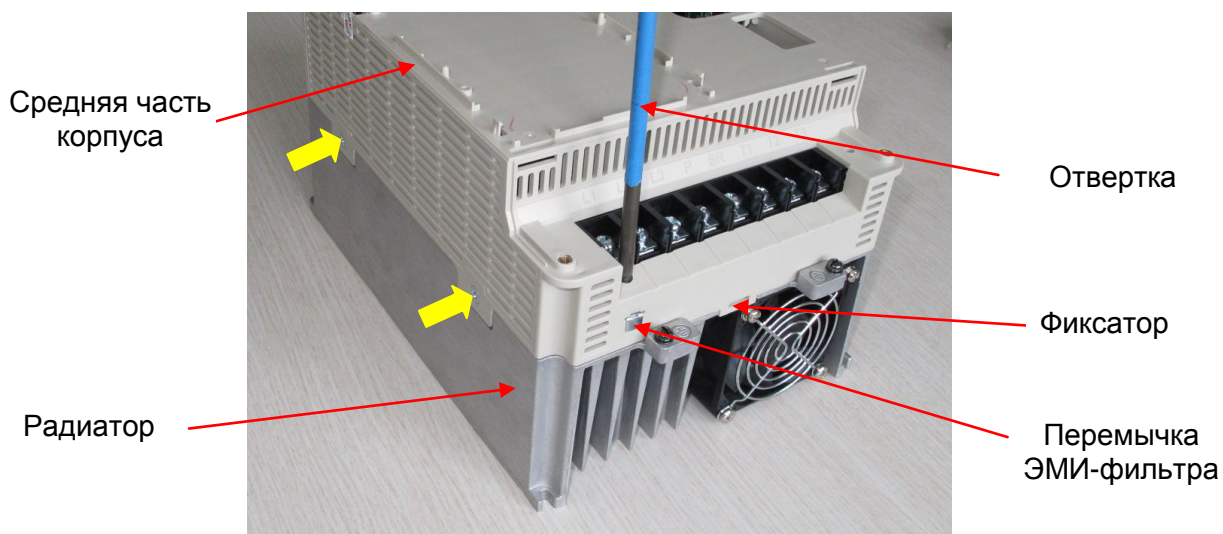

Рис. 6.4
- 6.3.1. Выкрутить 2 винта на боковой части корпуса (желтые стрелки, рис.6.4), а также два винта на его противоположной стороне, положить винты в тару.
6.3.2. Ослабить отверткой винт (рис.6.4), вынуть перемычку ЭМИ-фильтра и положить ее в тару.